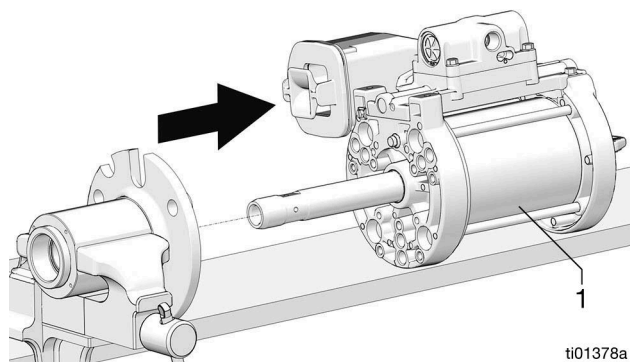

FIG. 14
15. Remove the air motor (1) (FIG. 14).